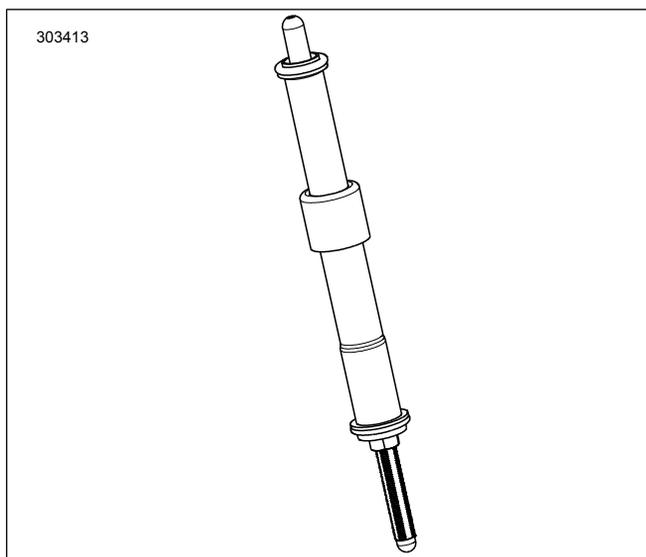

图2。安装至推杆罩中的推杆
7. 图2将进气推杆安装至推杆罩中。使用套件中提供的新部件更换O形环、下部推杆罩和弹簧罩夹头。确保推杆调节器端朝下。